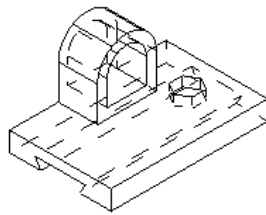

图 2.5.17 显示虚线边界
- ☑ ☒ **显示虚线边界** 复选框：用于设置以线框的模式显示模型，不可见的边界将以虚线显示，如图 2.5.17 所示。